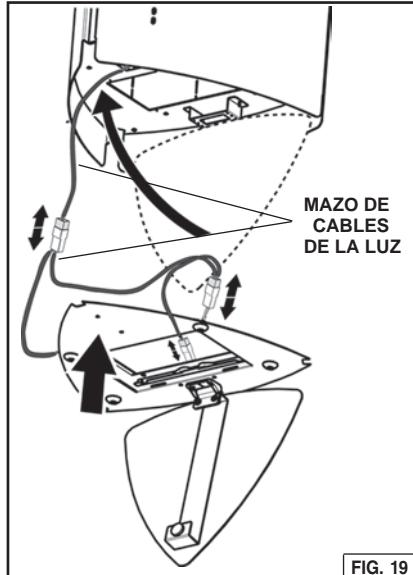

FIG. 19
3. Fije el mazo de cables de la luz desde el cuerpo de la campana para cocina al mazo en la Parte Inferior de la Campana para Cocina. Fig. 19.